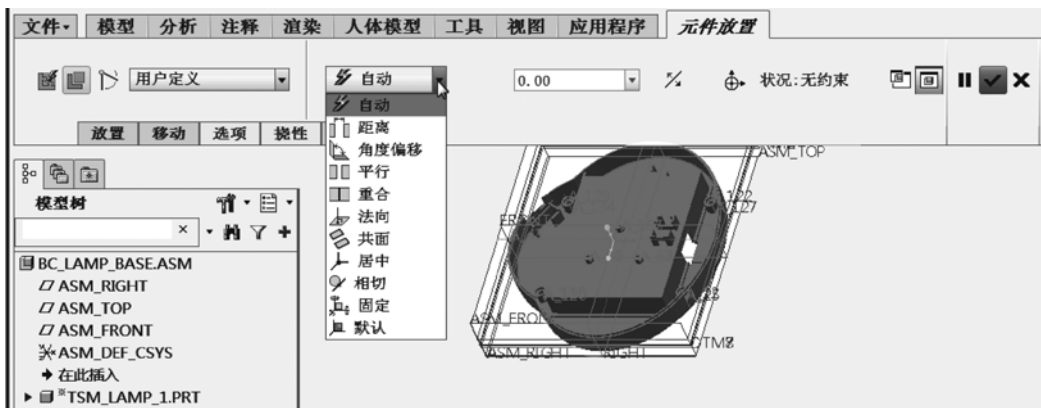

图 11-8 将元件添加到组件出现的“元件放置”选项卡
- 2 在“打开”对话框中通过浏览来打开“tsm_lamp_1.prt”文件。此时, 在功能区中出现“元件放置”选项卡, 如图 11-8 所示。